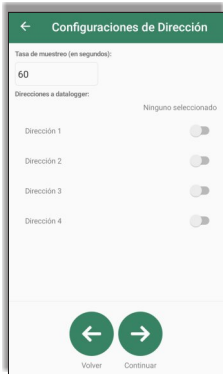

Figura 07
Paso 2: A seguir será exhibida la pantalla de **Configuración de Direcciones** (Figura 07), utilizada para configurar el datalogger. Esa pantalla permite la alteración del intervalo de muestreo del datalogger entre 15 y 60000 segundos (estándar 60 segundos) y la selección de las direcciones de los instrumentos que serán registrados en el datalogger. Las direcciones de 1 a 247 son habilitadas al seleccionar su caja de selección correspondiente. La cantidad máxima soportada es de 32 instrumentos. La figura exhibe apenas las direcciones de 1 a 4. Para los demás, deslice la pantalla hacia abajo.